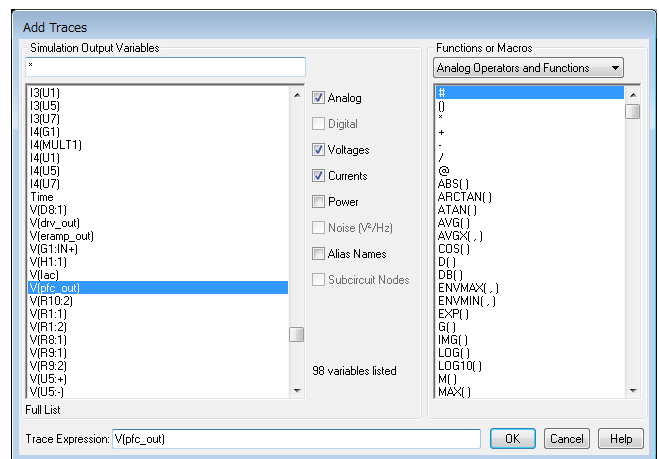

図 5.6 「Add Traces」画面
- (2) 「Add Traces」画面から表示する波形を選択します。電圧波形の場合には V(ネット名)、電流波形の場合には I(素子名)を選択してください。(図 5.6)